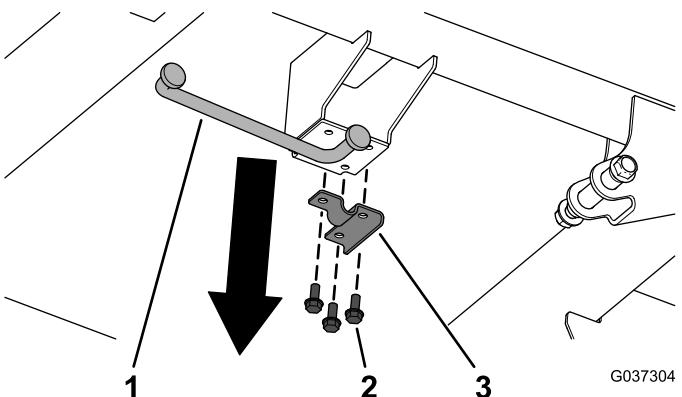

Figure 5
1. Retirez les 3 vis à embase ($5/16'' \times 3/4''$), le support en U de la bâquille et la bâquille au bas du plateau de chargement en acier (Figure 5).